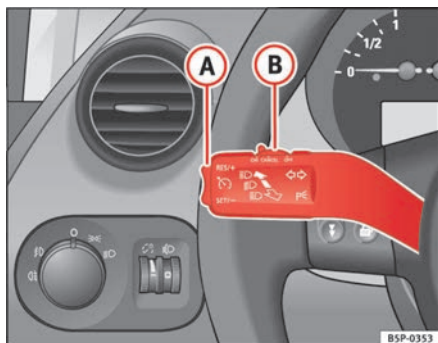

Abb. 147 Blinker- und Fernlichthebel: Schalter und Wippe für die Geschwindigkeitsregelanlage
- Drücken Sie den oberen Teil der Wippe **RES/+** ⇒ Abb. 147 (A), um die Geschwindigkeit zu erhöhen. Solange Sie die Wippe gedrückt halten, beschleunigt das Fahrzeug. Sobald Sie die Wippe loslassen, wird die neue Geschwindigkeit gespeichert.
Wenn Sie die gespeicherte Geschwindigkeit durch Treten des Bremspedals verringern, ist die Regelung der gespeicherten Geschwindigkeit ausgeschaltet. Sie können durch einmaliges Drücken des oberen Teils der Wippe **RES/+** ⇒ Abb. 147 (A) die Regelung wieder aufnehmen.